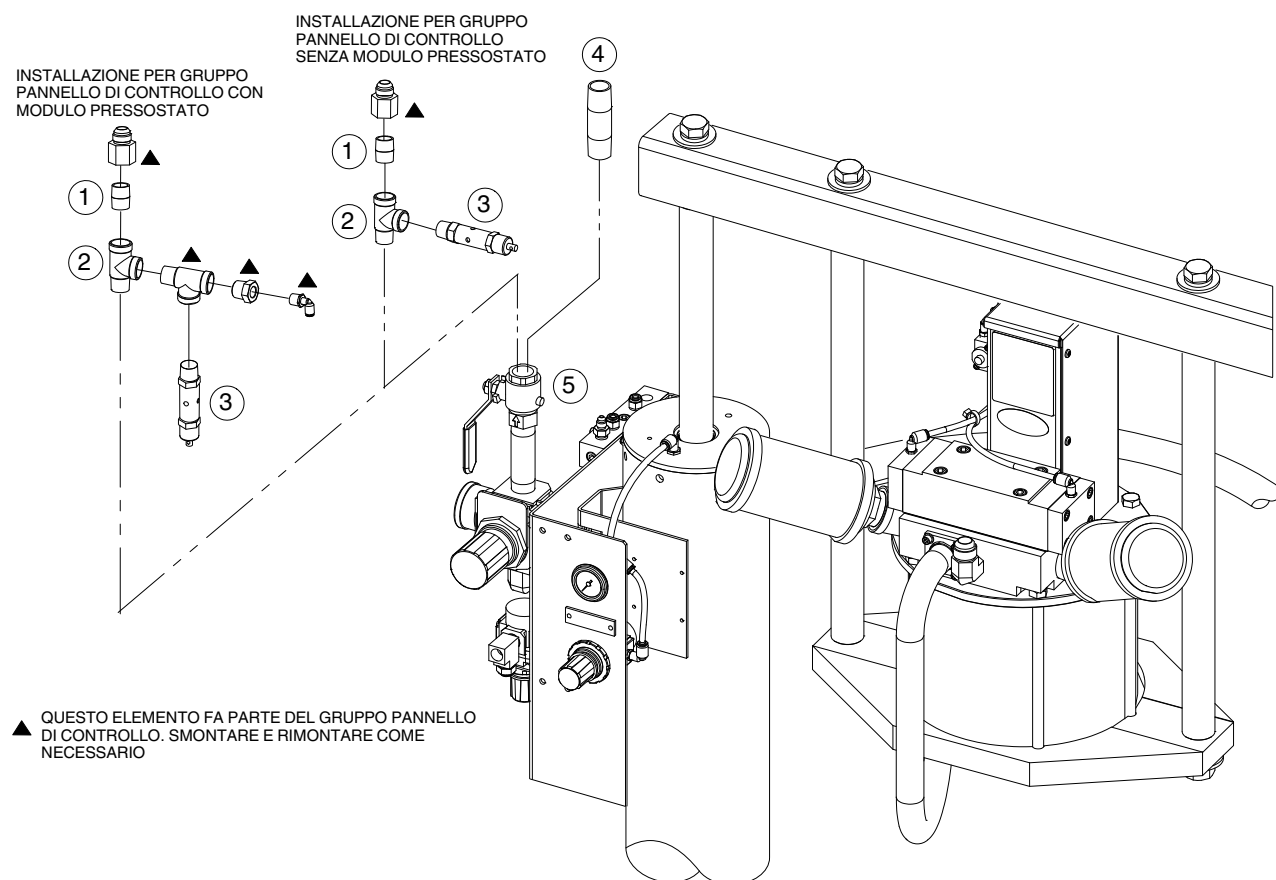

Figura 1 Valvole di scarico della pressione Rhino SD2/XD2
Vedi figura 1. Le valvole di scarico della pressione Rhino SD2/XD2 si usano in linea con l'alimentazione del motore ad aria per limitare la pressione di uscita della pompa. Sono disponibili kit con valvole di scarico della pressione da 65 e 80 psi.
1. Vedi figura 1. Rimuovere il raccordo filettato (4) dalla valvola del motore ad aria (5) e gettarlo via.
Vedi figura 1 e la lista dei pezzi seguente.